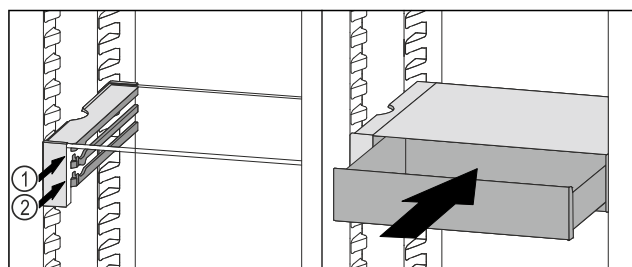

Fig. 63
- ▶ Placer le tiroir VarioSafe derrière les butées sur la nervure désirée Fig. 63 (1) ou Fig. 63 (2).